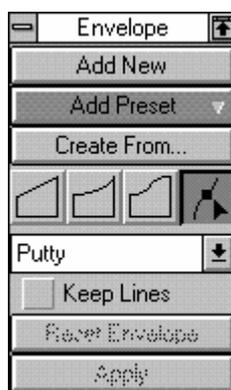

Рисунок 8.1.
Выделите объект (или группу объектов) и вызовите на экран распахнутое окно **Envelope** с помощью одноименной команды из меню **Effects**. На экране появится распахнутое окно задания параметров оболочки, показанное на (рис. 8.1.).
- В распахнутом окне **Envelope** (рис. 8.1.) нажмите кнопку **Creat From**.